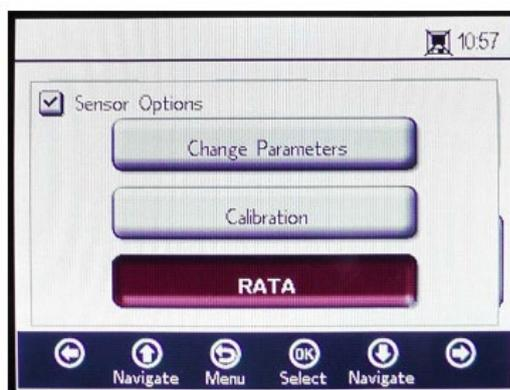

Figure 57. Écran Sensor Options
1. Sélectionner **RATA** dans la fenêtre SENSOR OPTIONS. Voir la figure 57.